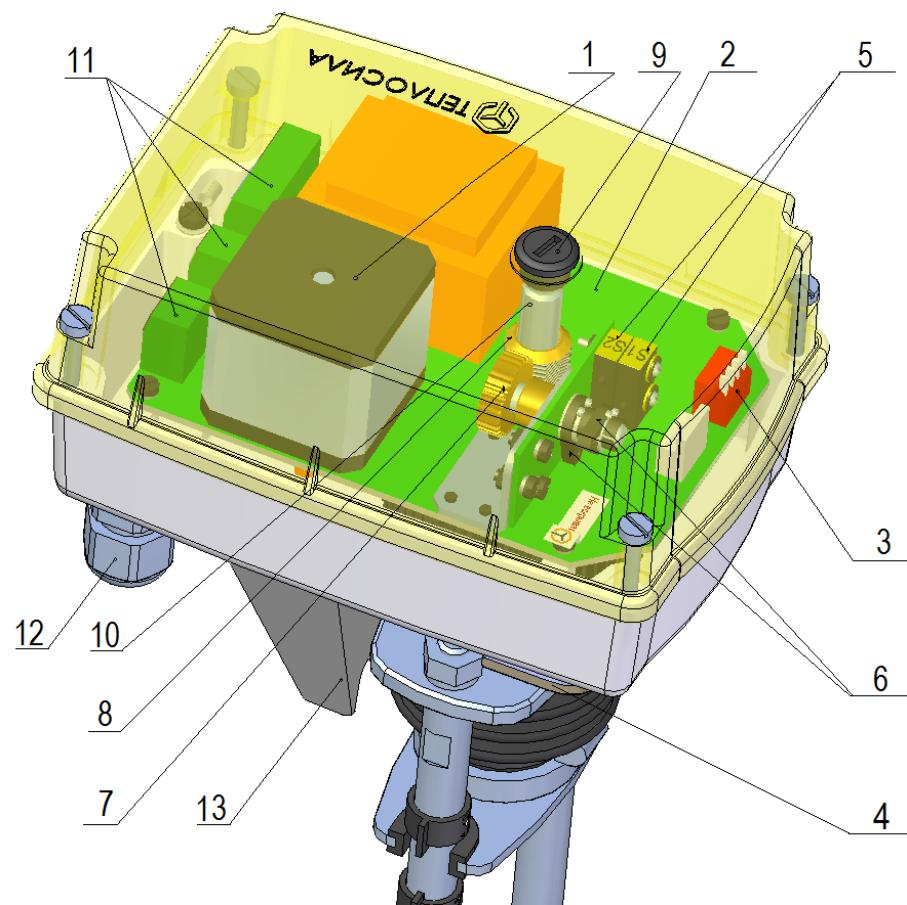
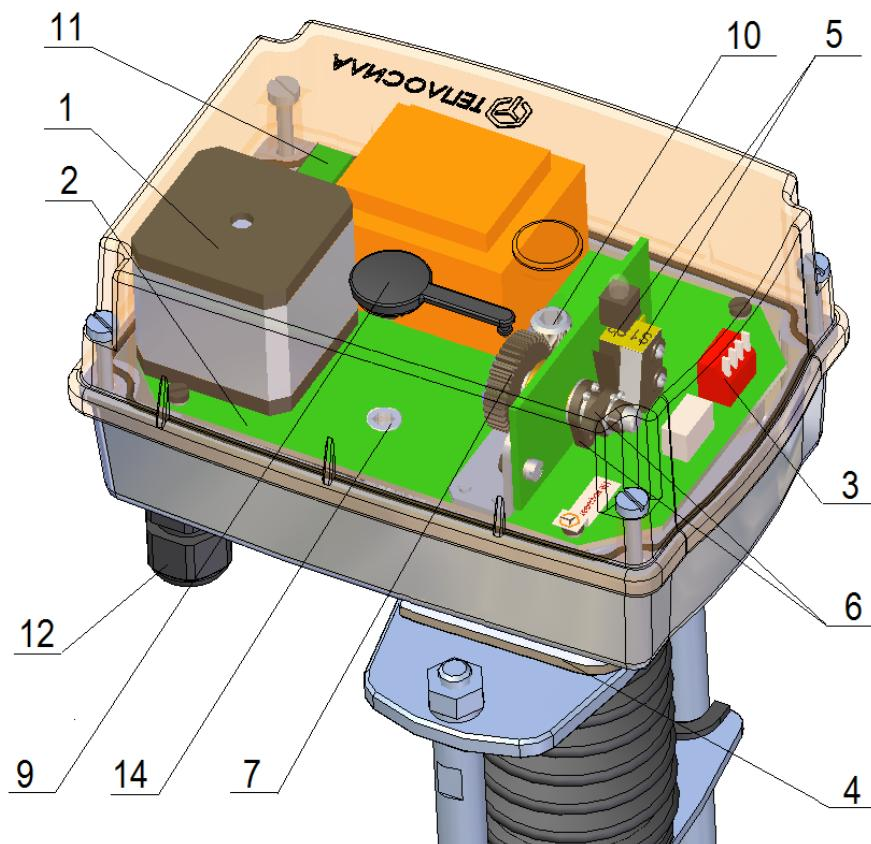

Рисунок 1. Общий вид (TSL-1600, TSL-2200, TSL-3000)
Рисунок 2. Общий вид (TSL-6000)
Общий вид электропривода представлен на рисунке 1. Электропривод приводится в движение шаговым электродвигателем (1), питание и управление которым осуществляется от платы управления (2), обеспечивающей его работу с заданной скоростью. Скорость перемещения задаётся с помощью переключателя (3) в соответствующей позиции (комбинации положений переключателя см. раздел 4.1). Концевые выключатели положения (5) штока включаются поворотом кулачков (6). Поворот кулачков осуществляется в результате зацепления зубчатого колеса (7) и прижимной гайки большой шестерни (8) (рисунок 1), или в результате зацепления зубчатого колеса (7) и вала (10) (рисунок 2).
Электропривод в выключенном состоянии имеет возможность управления выходным органом с помощью ручного дублера (4) (шестигранный ключ №5, установлен на корпусе), который через отверстие в верхней крышке (9) вставляется в вал (10) (рисунок 1), или в отверстие шестерни (14) (рисунок 2).